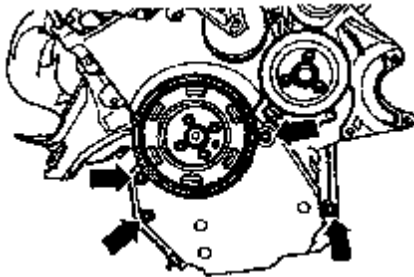

图 4-120 拆卸扭矩反应器支座紧固螺栓
(5) 从支架（左侧）上拧下纵向支撑的紧固螺栓。如图 4-120 箭头所示，从发动机上拧下扭矩反应器的支座紧固螺栓，其中图 4-120 为发动机已从车上拆下的状况。